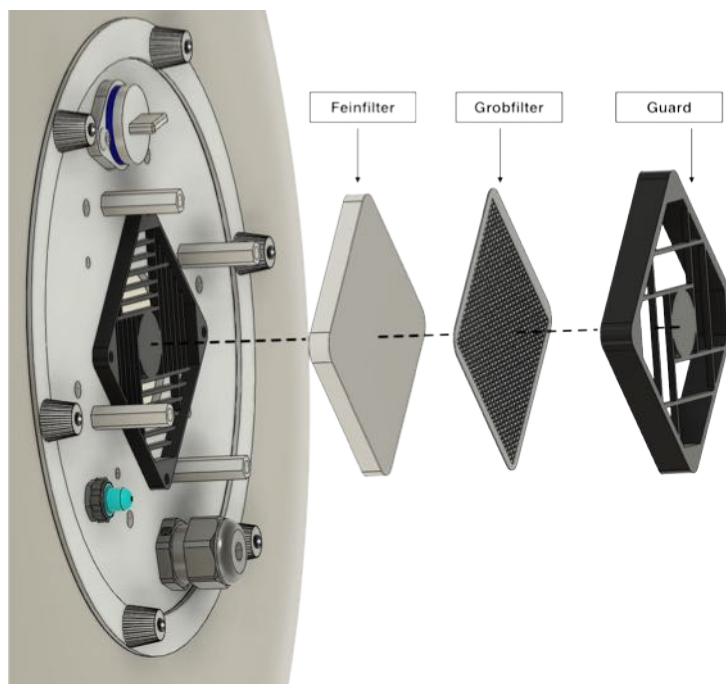

Abb. 11
2. Zdjąć pokrywę filtra (Osłonę) i wyjąć dwa wkłady filtra (Rys. 11).